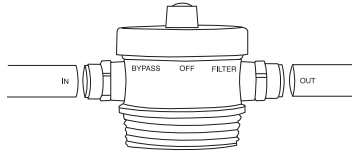

Figura 4
7. Remítase a la sección “Utilización de los accesorios de presión”, inserte el tubo en el accesorio de la cabeza del filtro cerciorándose de que el extremo del tubo quede bien asentado contra su tope trasero. Conecte el tubo del suministro de agua al puerto de entrada “IN” (ver Figura 4).